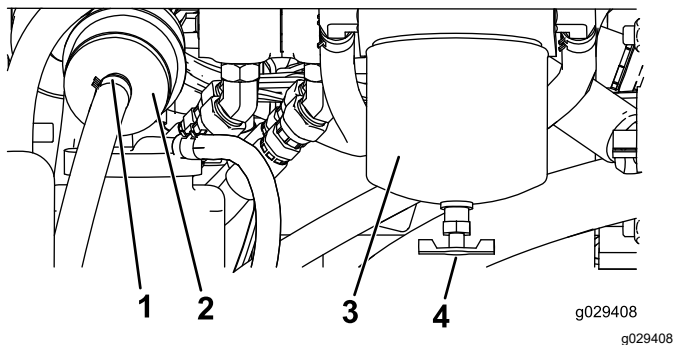

Figure 47
4. Localisez le filtre à carburant situé à l'arrière du moteur (Figure 47) et placez un récipient propre dessous.
4. Localisez les filtres à carburant situés sur le côté droit du moteur (Figure 47) et placez un récipient dessous.
5. Nettoyez la surface autour des supports de la cartouche du filtre (Figure 47).
6. Déposez la cartouche et nettoyez la surface de montage (Figure 47).
9. Installez la cartouche à la main jusqu'à ce que le joint rejoigne la surface de montage. Serrez ensuite la cartouche d'un demi tour supplémentaire (Figure 47).
10. Localisez le filtre en ligne à gauche de la cartouche du filtre à carburant (Figure 47) et notez le sens de la flèche sur le côté du filtre en ligne.
11. Ouvrez les colliers à chaque extrémité du filtre en ligne et débranchez les flexibles (Figure 47). Mettez le filtre au rebut.
12. Branchez les flexibles au bout d'un filtre neuf (Figure 47) en veillant à orienter la flèche qui se trouve sur le filtre vers le moteur ou la pompe d'alimentation électrique.